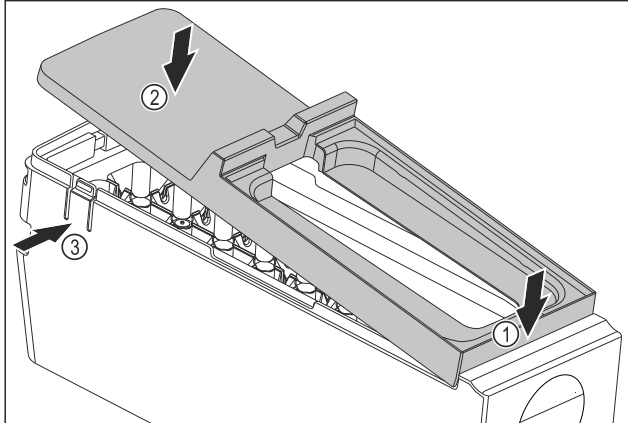

Fig. 115
- ▶ Montare la copertura del corpo dell'EasyTwist-Ice: Applicare la copertura sul davanti. Fig. 115 (1)
- ▶ Abbassare la copertura sul retro. Fig. 115 (2)
- ▷ La copertura si innesta in entrambe le linguette Fig. 115 (3) in modo udibile.